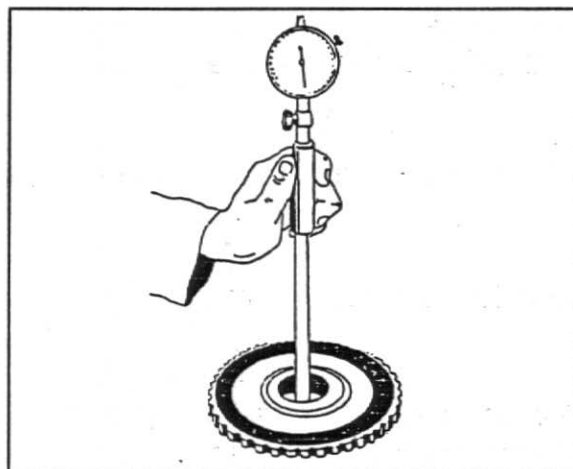

Fig.4
2. Verifique se os dentes das engrenagens estão gastos. Com o medidor de diâmetro interno, verifique a bucha da engrenagem intermediária. Diâmetro interno da bucha da engrenagem (deve ser ajustada após montagem): 50,79 - 50,82 mm ou 1,9998 - 2,0007 pol, fig.4.